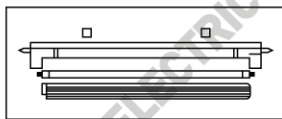

Рис. 4
- оденьте на лампу рассеиватель до щелчка (рис. 4);